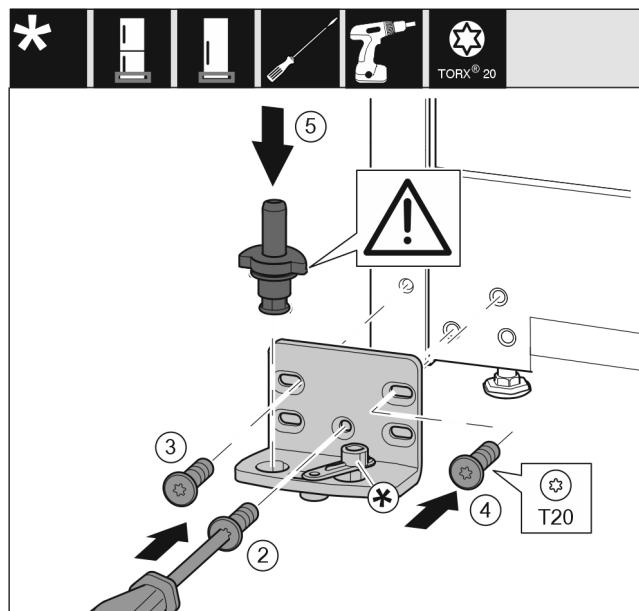

Fig. 17
- ▶ Εφαρμόστε το στήριγμα στην άλλη πλευρά και βιδώστε το με τη βοήθεια ενός κατσαβίδιου T20. Αρχίστε με τη βίδα 2 κάτω στο κέντρο. Fig. 17 (2)
- ▶ Σφίξτε τη βίδα 3 και 4. Fig. 17 (3,4)
- ▶ Τοποθετήστε ολόκληρο τον πείρο. Βεβαιωθείτε ότι το έκκεντρο ασφάλισης είναι στραμμένο προς τα πίσω. Fig. 17 (5)